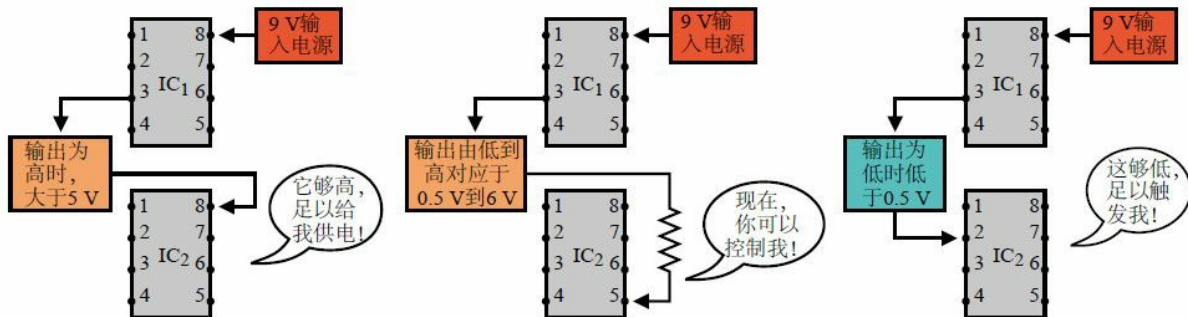

图4-27 链接555 定时器的3 种方式。 $IC_1$  的输出可以给第二个定时器供电，也可以用来调节第二个定时器的控制电压，或者激活第二个定时器的触发引脚
□也可以用555定时器的输出来控制其他类型的芯片或给它们供电。如图4-27 所示。